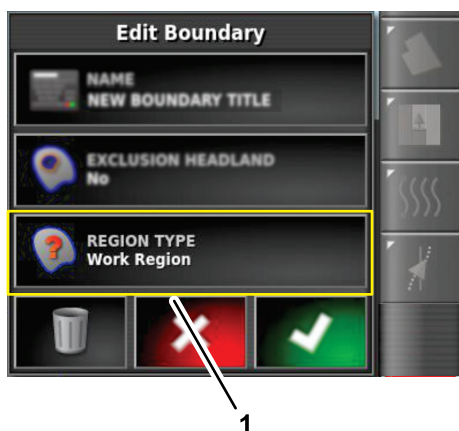

Рисунок 61
1. В диалоговом окне «Редактирование границы» нажмите на значок «ТИП УЧАСТКА» (Рисунок 61).